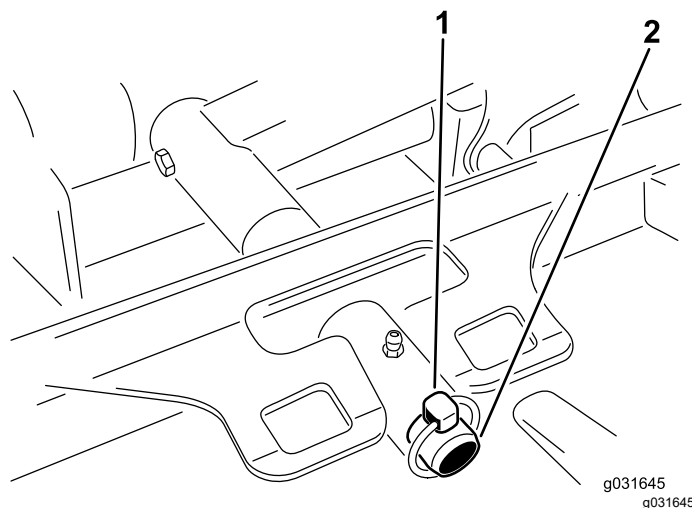

Figure 69
3. Retirez la goupille à anneau ou l'écrou de retenue qui fixe le bâti porteur du plateau à l'axe de pivot du bras de levage (Figure 69).
3. Poussez le bâti porteur du plateau de coupe sur la tige de pivot et fixez-le avec une goupille à anneau ou l'écrou de retenue (Figure 69).